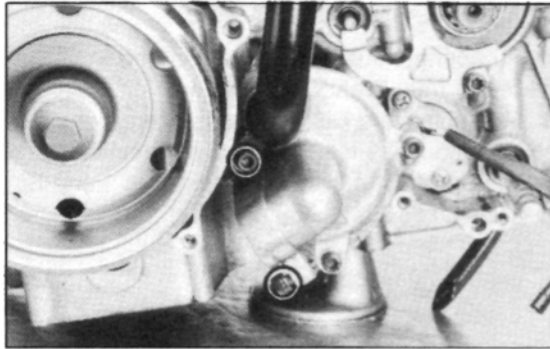
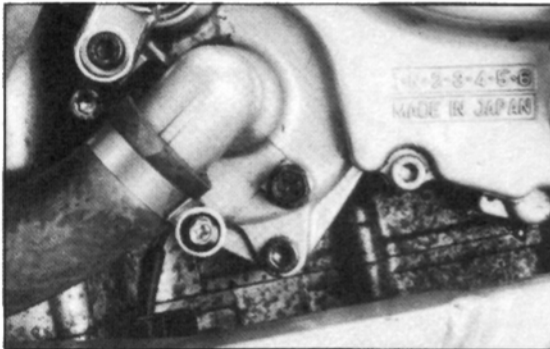

Bild 165
Bild 166
- Kühlmittelschläuche abnehmen (frühere Ausführung / Bild 165: zwei Innensechskantschrauben; neuere Ausführung / Bild 166: Schlauch-